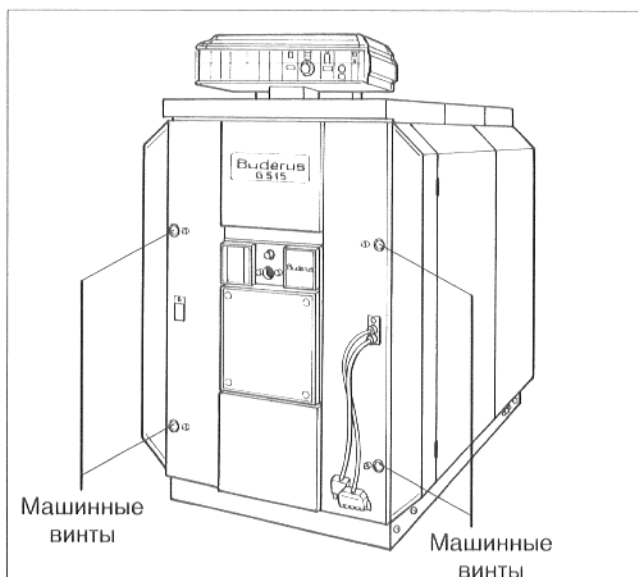

Рис. 53
- Отвинтить у дверцы горелки четыре машинных винта (рис. 53).